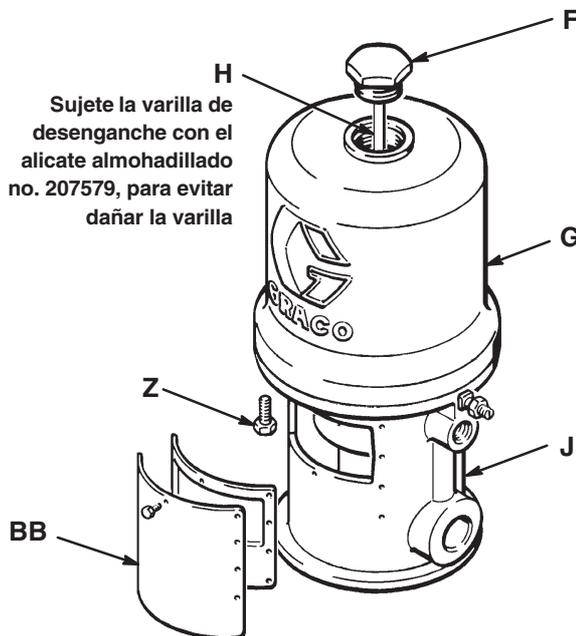

Fig. 2
3. Empuje hacia arriba, manualmente, la varilla del pistón para mover el conjunto del pistón hasta la parte superior de su carrera. Desenrosque la tuerca de cabeza (F) del cilindro (G). Tire hacia arriba de la tuerca de cabeza. Sujete la varilla de desenganche (H) con el alicate almohadillado no. 207579 y desenrosque la tuerca de cabeza de la varilla de desenganche. Vea la Fig. 2.
4. Saque los ocho tornillos (Z) que sujetan el cilindro (G) a la base (J). Levante el cilindro *verticalmente* y sáquelo del pistón. Vea la Fig. 2.